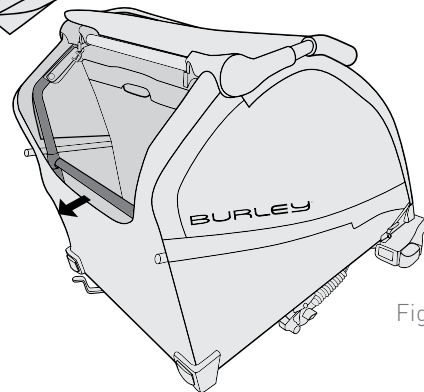

Figure 2
2. Tirez le tube du cadre central vers vous (Figure 2).